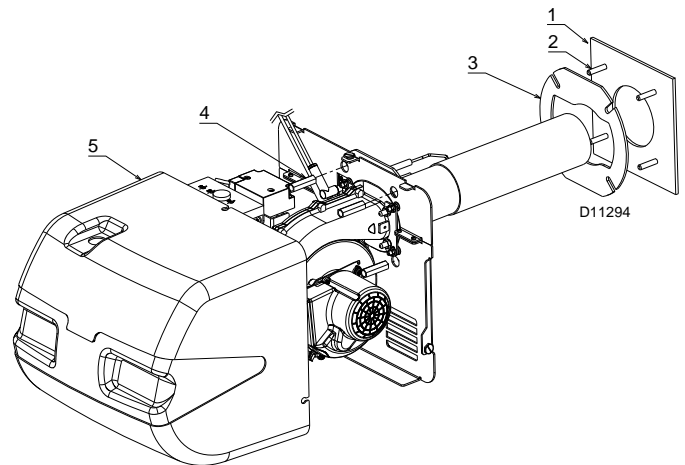

Abb. 7
- schrauben Sie die Stiftschrauben (2)(Abb. 7) an die Platte des Heizkessels (1);
- positionieren Sie den Brenner und legen Sie eine hitzebeständige Dichtung (3) dazwischen;
- arretieren Sie ihn mit den beigepackten Spezialmuttern (4);
- befestigen Sie die Abdeckung (5).